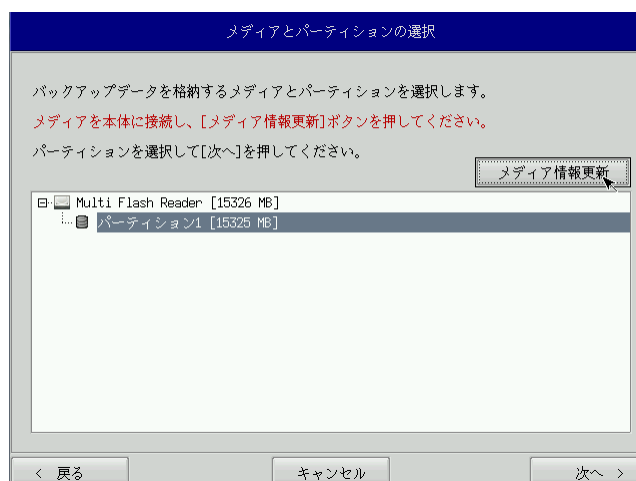

図 6-2-3. メディアとパーティション選択画面
- ⑥ メディアとパーティション選択画面(図 6-2-3)が表示されます。本体にメディアを接続し、[メディア情報更新]ボタンを押してください。バックアップファイルを保存するメディアのパーティションを選択し、[次へ]ボタンを押します。